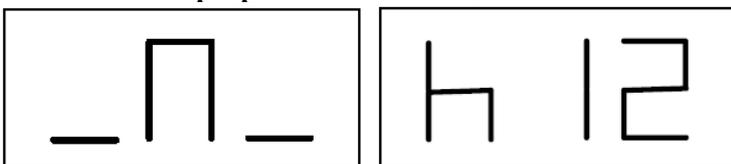

Рис. 5.3 Сообщение «Клапан (ниппель) в положении «12 часов»»
7. В конце цикла, будет отображаться сообщение, как на рис. 5.3. Возможны два варианта: